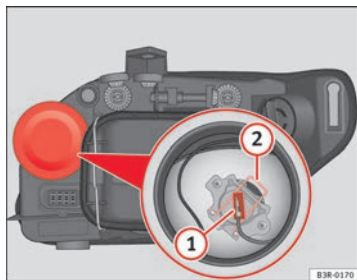

Fig. 207 Feux de route
- Retirez le connecteur ⇒ fig. 207 (1) de l'ampoule.
- Appuyez sur le ressort ⇒ fig. 207 (2) vers l'intérieur et vers la droite.